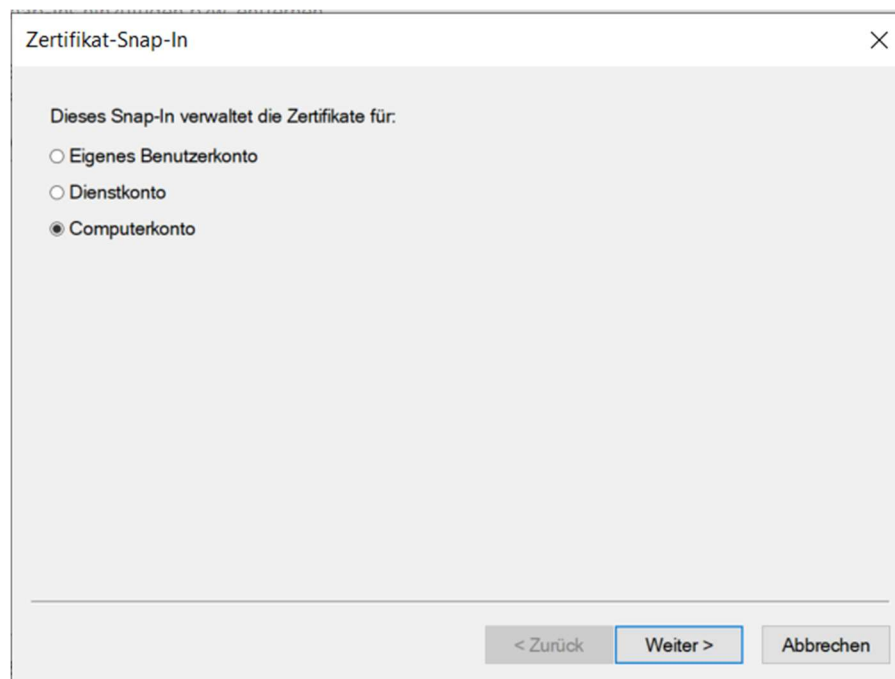

Bild 5.3: Kontoauswahl [3]
- Durch klicken auf *Hinzufügen* erscheint dann folgendes Fenster (Bild 5.3). Hier wählt man dann die Option *Computerkonto* und klickt dann auf weiter.